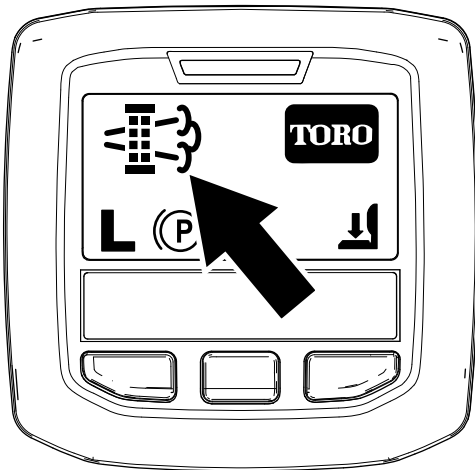

Figura 39
- Quando o computador do motor pede uma regeneração em estacionamento ou uma regeneração de recuperação, o ícone de pedido de regeneração (Figura 39) surge no InfoCenter.